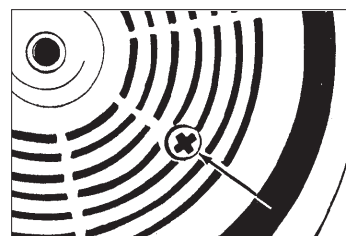

Figura 9
3. Alinee ambos orificios con uno de los tres tornillos de la cubierta del alojamiento de los engranajes. Retire el tornillo de la cubierta del alojamiento de los engranajes. (Figura 9)